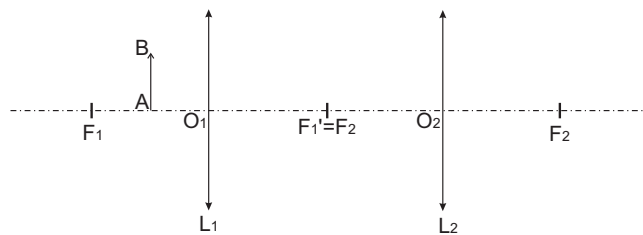

Fig. 6 – Objet à distance finie
I.1. L'objet  $AB$  est situé entre  $F_1$  et  $O_1$ , comme sur la figure 6.
I.1. 1. En reproduisant le schéma de la figure 6, construire géométriquement l'image  $A_2B_2$  par l'ensemble des deux lentilles. On fera apparaître très clairement les rayons lumineux, et on explicitera les règles de construction. La notation de cette figure tiendra compte du soin apporté au dessin ainsi qu'à sa clarté (on pourra utiliser des couleurs).